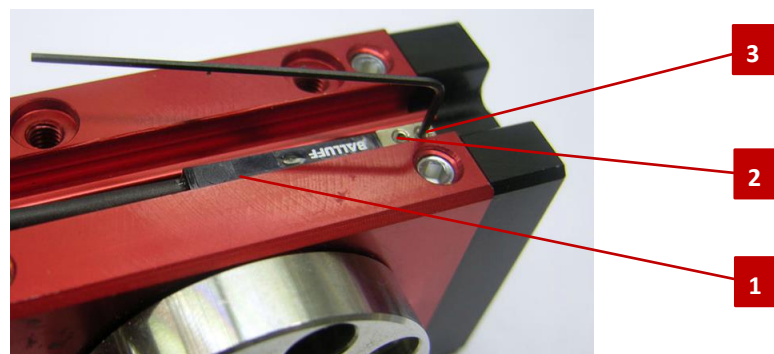

Abb. 20 Darstellung Magnetfeldsensoren
1. Sensor (Abb. 20, 1) mit dem montierten Nutenstein in die C-Nut einsetzen.
6. Sensor mit der Befestigungsschraube (Abb. 20, 3) sicher befestigen.